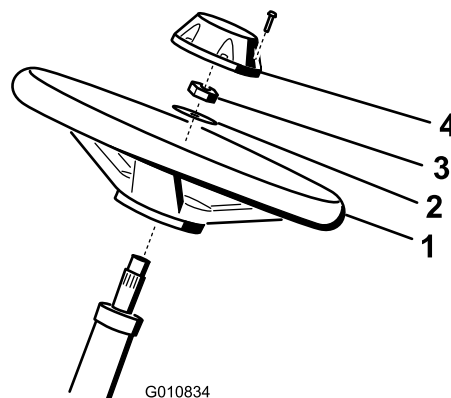

Figura 3
- Faça deslizar o volante para a coluna de direcção (Figura 3).
- Faça deslizar a anilha para a coluna de direcção (Figura 3).
3. Fixe o volante na coluna com uma porca de bloqueio e aperte-a com 27 a 35 Nm (Figura 3).
4. Instale a tampa no volante e fixe-a com um parafuso (Figura 3).